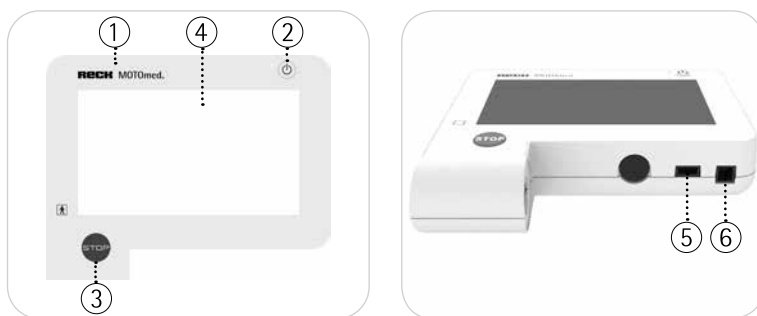

Fig. 5.1, 5.2
Voir Fig. 5.1 Appuyez sur le bouton « Marche/Arrêt » ② pour démarrer votre MOTOmed.
Voir Fig. 5.1 Le bouton rouge « Stop » ③ permet d'interrompre l'entraînement à tout moment.